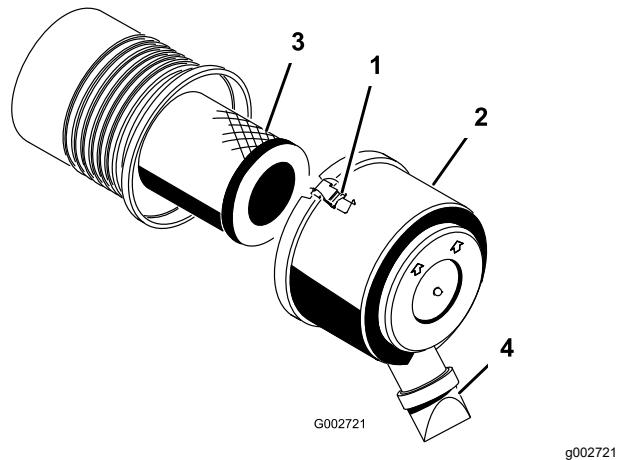

Bild 29
1. Lösen Sie die Riegel, mit denen die Abdeckung des Luftfiltergehäuse befestigt ist (Bild 29).